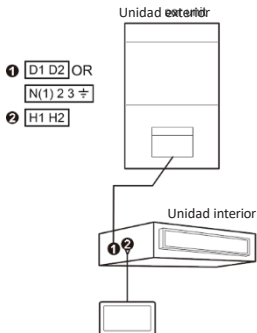
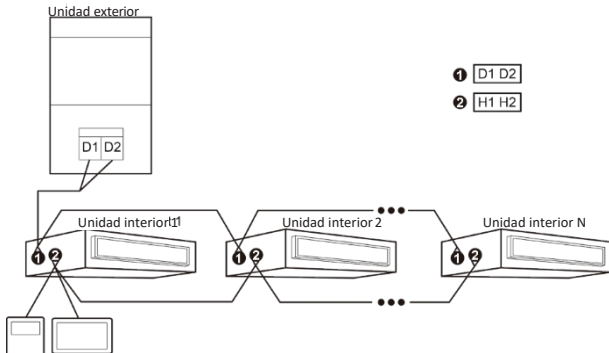

Fig. 5.4 Un HP2ODS-V1 controla una unidad interior HEIWA PRO 2
Fig. 5.7 Un HP2ODS-V1 y un mando con cable controlan simultáneamente varias unidades interiores HEIWA PRO DRV.
- (2) Los métodos de cableado de las fig. 5.4 a fig. 5.7 pueden aplicarse al HP2ODS-V1 que conecta la unidad HEIWA PRO DRV.
- (3) Cuando un mando con cable controla varias unidades interiores simultáneamente, el HP2ODS-V1 (o el mando con cable) puede conectarse a un puerto HBS (H1, H2) de cualquier unidad interior, pero la unidad interior debe ser de la misma serie. El número total de unidades interiores controladas por el HP2ODS-V1 (o el controlador con cable) no puede superar las 16 unidades, y la unidad interior conectada debe encontrarse en la misma red de unidades interiores.
- (4) Cuando un HP2ODS-V1 y un mando con cable controlan una unidad interior, las direcciones del controlador y del mando deben ser diferentes. Consulte la sección 4.3.1 para la configuración del dispositivo HBS maestro/esclavo.
- (5) Cuando un HP2ODS-V1 (o un mando con cable) controla varias unidades interiores simultáneamente, todas las unidades interiores funcionan en el mismo estado.
- (6) El puerto HBS del HP2ODS-V1 no es polarizado y no se puede conectar a una corriente eléctrica de alta potencia.